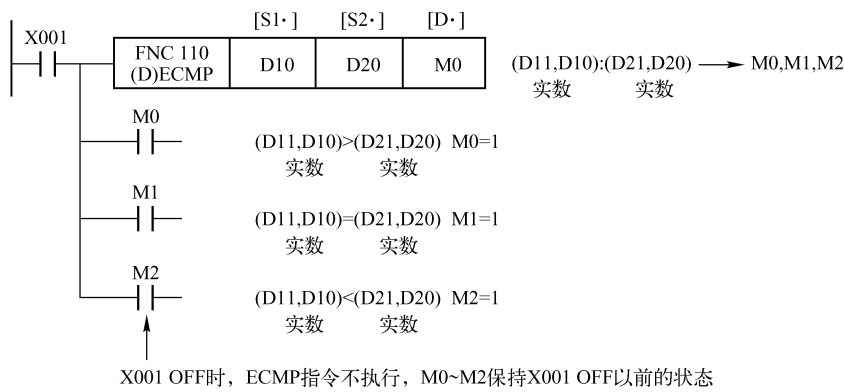

图 4-65 实数比较示例 1
图 4-65 所示程序是将源 [S1·] 和 [S2·] 的实数值作比较，将结果送到目标 [D·] 中。程序中 M0、M1、M2 根据比较结果动作。[S1·] > [S2·] 时，M0 = ON，[S1·] = [S2·] 时，M1 = ON，[S1·] < [S2·] 时，M2 = ON。执行条件 X001 = OFF 时，(D) ECMP 指令不执行，M0、M1、M2 的状态保持不变。